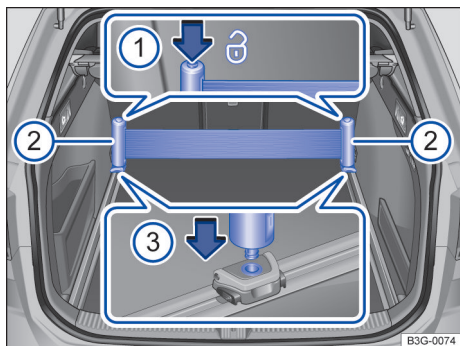

Fig. 198 No compartimento de bagagem: instalar e remover a cinta de fixação (representação esquemática).
- Segurar o suporte da cinta de fixação → Fig. 198 ② com as duas mãos e pressionar os dois botões da cinta de fixação → Fig. 198 ①, mantendo-os pressionados.
- Colocar os suportes da cinta de fixação, um após o outro, no entalhe do respectivo olhal de amarração móvel → Fig. 198 ③ e deixar encaixar.
- Soltar os botões da cinta de fixação → Fig. 198 ①
- Pressionar os botões da cinta de fixação → Fig. 198 ① para tensionar a cinta.
Remover os dois suportes da cinta de fixação → Fig. 198 ② sempre um após o outro.
- Pressionar o respectivo botão da cinta de fixação → Fig. 198 ① e mantê-lo pressionado.
- Puxar o suporte → Fig. 198 ② para cima, para fora do olhal de amarração móvel.
- Segurar o suporte da cinta de fixação → Fig. 198 ② com as duas mãos e pressionar os dois botões da cinta de fixação → Fig. 198 ① e mantê-los pressionados.
- Unir lentamente os dois suportes da cinta de fixação → Fig. 198 ②. A cinta de fixação enrola-se automaticamente.